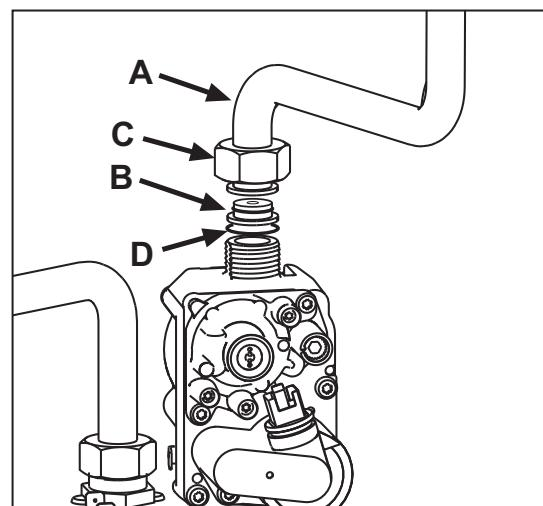

рис. 23
- Открутите колесико С и снимите газовую трубу А с газового клапана (см. рис. 23);
- Замените форсунку В, вставленную в газовую трубу, на форсунку, входящую в комплект для переоборудования, поместив между ними прокладку Д (см. рис. 23).